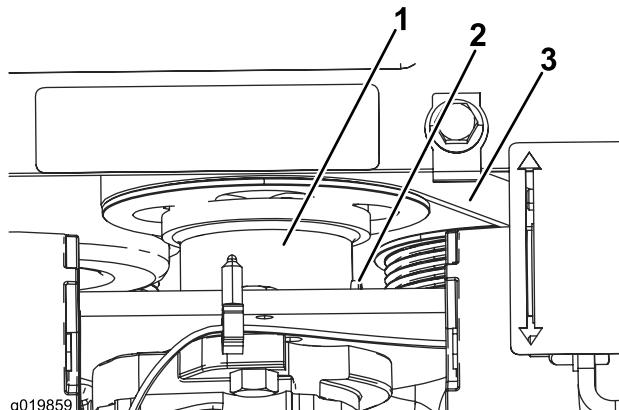

Bild 51
5. Lösen Sie die Stellschraube an der Pumpenantriebskupplung (Bild 51).
6. Lassen Sie die Kupplung (von der Riemscheibe weg) nach unten ab (Bild 51).